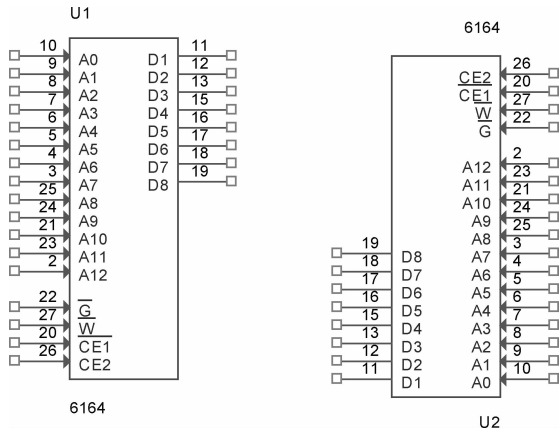

图 6-247 新建页上摆放元件
1) 在项目管理器中双击图页“Storage”, 进入原理图编辑环境, 按照前面讲解的方法摆放元器件, 如图 6-247 所示。